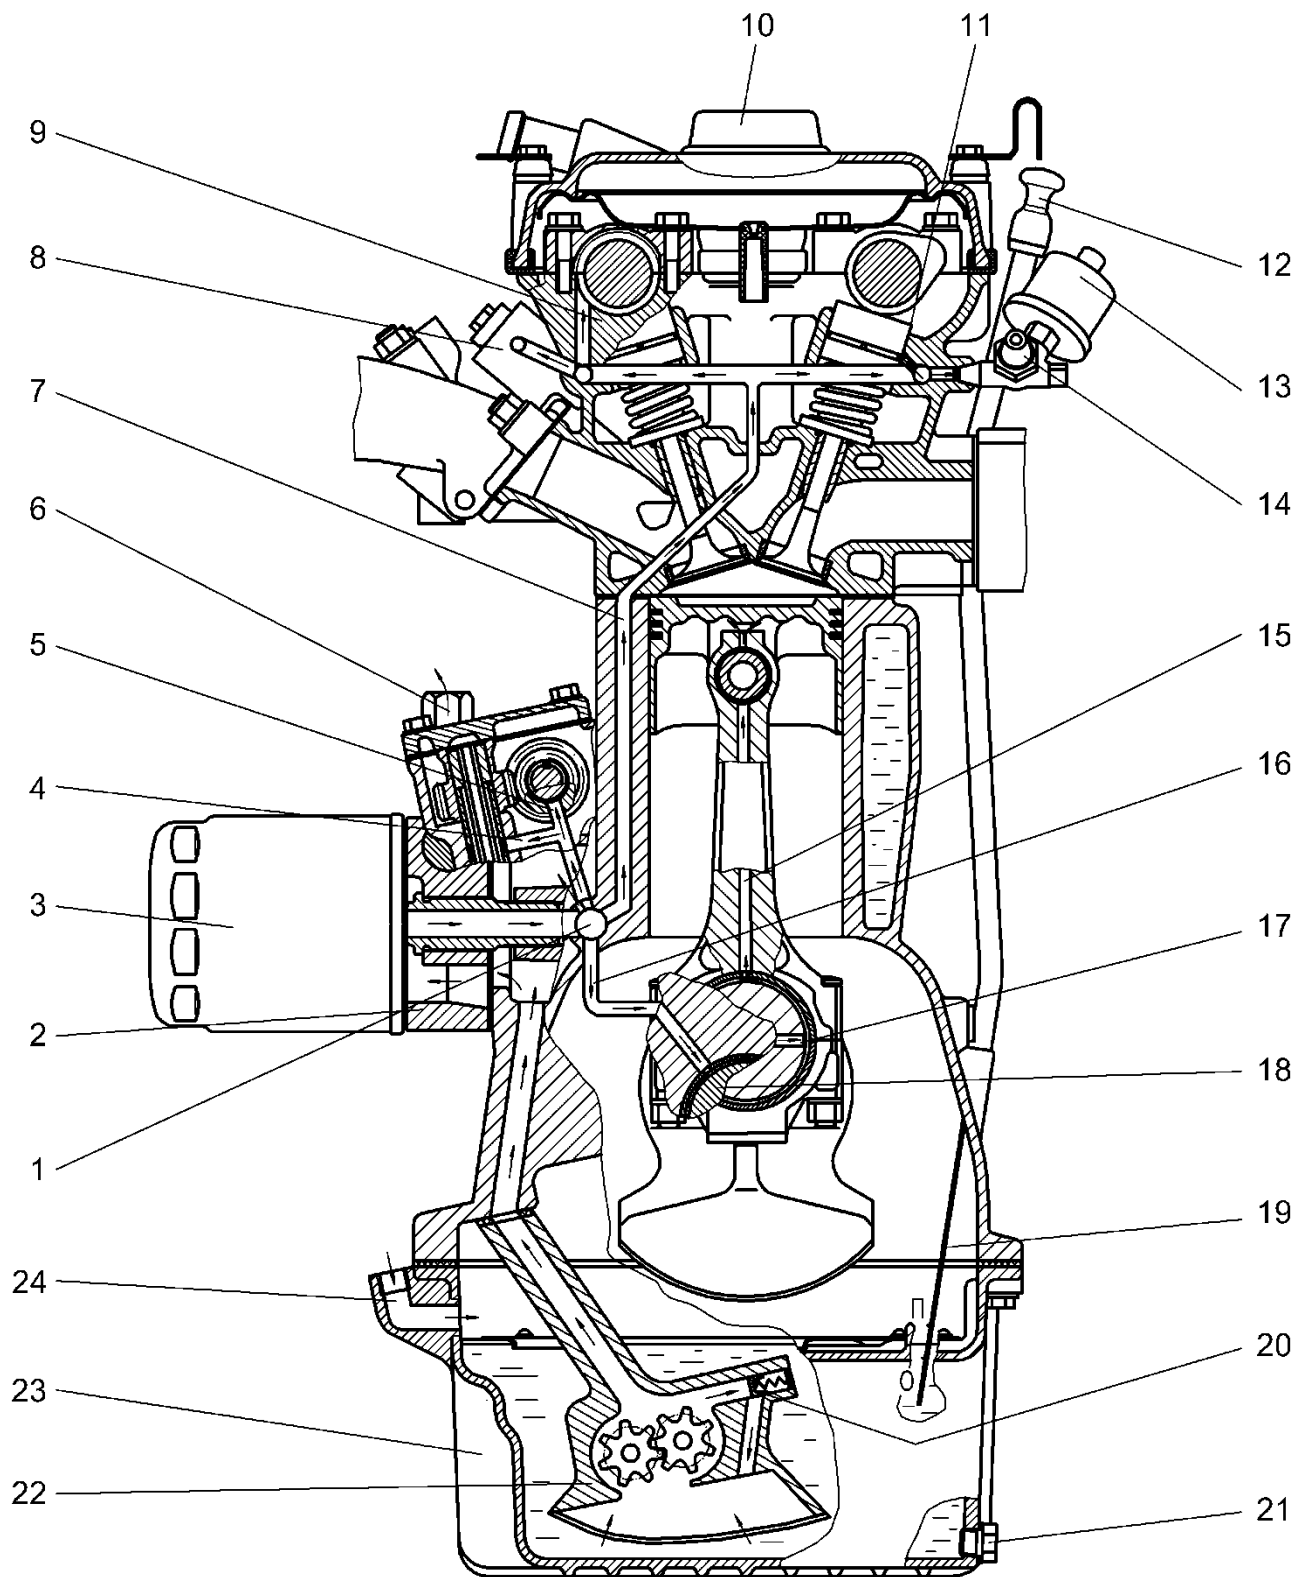

Рис.27. Схема системы смазки.
**Система смазки** (рис.27) комбинированная, с подачей масла к трущимся поверхностям под давлением, разбрызгиванием и автоматическим регулированием температуры масла термодляпаном.
Из центральной масляной магистрали масло через канал 7 (рис.27) блока цилиндров поступает в головку цилиндров, где по каналам 9 подводится к опорам распределительных валов, по каналам 11 к гидротолкателям, и также к гидронатяжителю 8 верхней цепи привода распределительных валов.